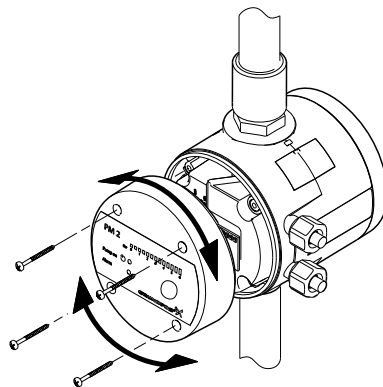

**Рис. 3** Положение при монтаже
**Для предотвращения попадания воды в модуль не следует устанавливать его так, чтобы кабельные подключения направлялись вверх. См. рис. 3.**